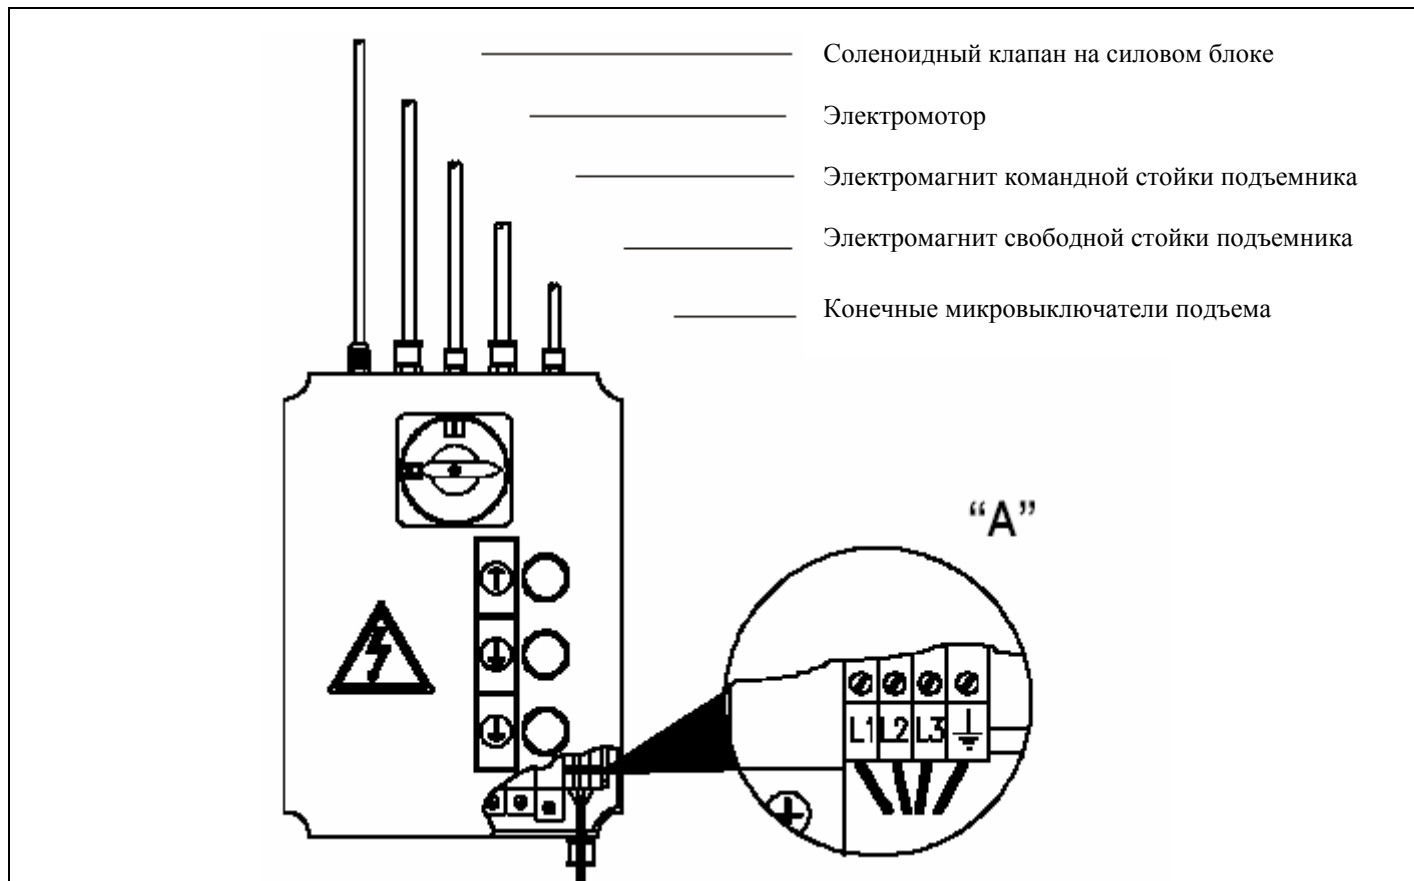

Рис. 45. Подключение электропитания к панели управления
2. Для подключения систем электропитания и управления к клеммам терминала на панели управления, как показано на Рис. 45, поз. «А», пропустите провод через отверстие в панели, следуя схемам подключения, приведенным на стр.11 или 12.
4. Завершите подключение электропитания и системы управления к клеммам на панели питания, как показано на Рис. 45, поз. «А».